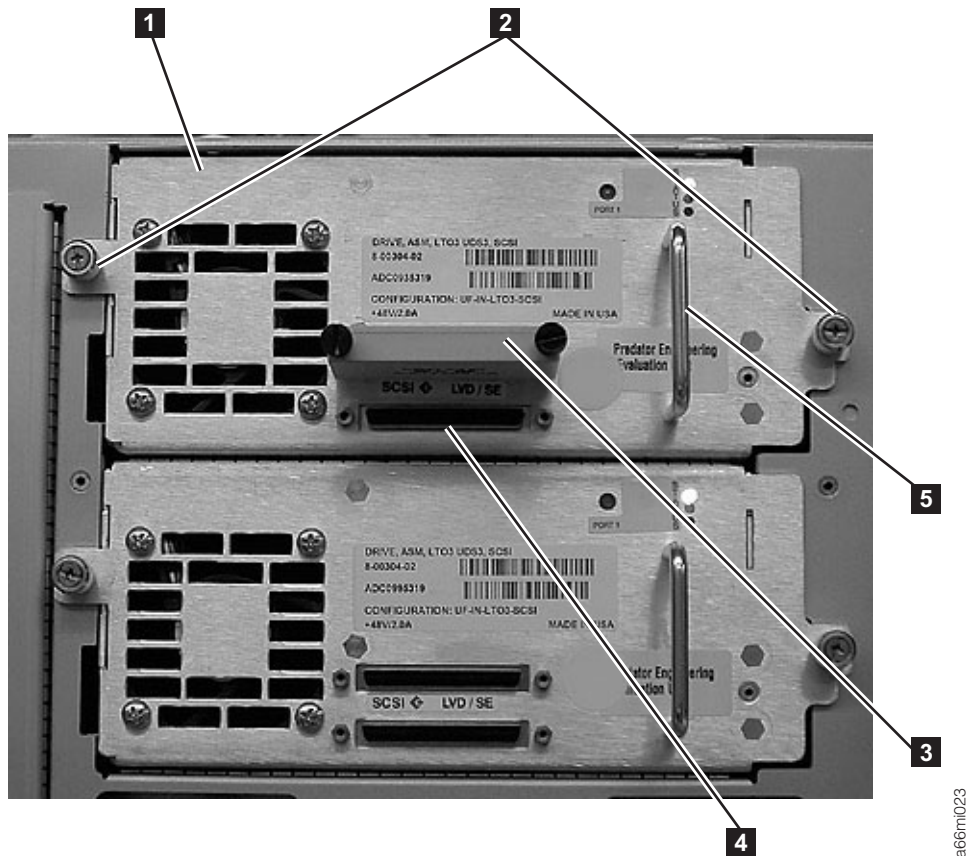

Рисунок 3-9. Салазки устройства SCSI (подробно)
1. Ослабьте два винта (вращая против часовой стрелки) (**2** в рис. 3-9), фиксирующие салазки.
2. Для того чтобы снять салазки устройства, возьмитесь за ручку (**5** в рис. 3-9) и медленно выдвиньте их на себя, поддерживая салазки снизу.